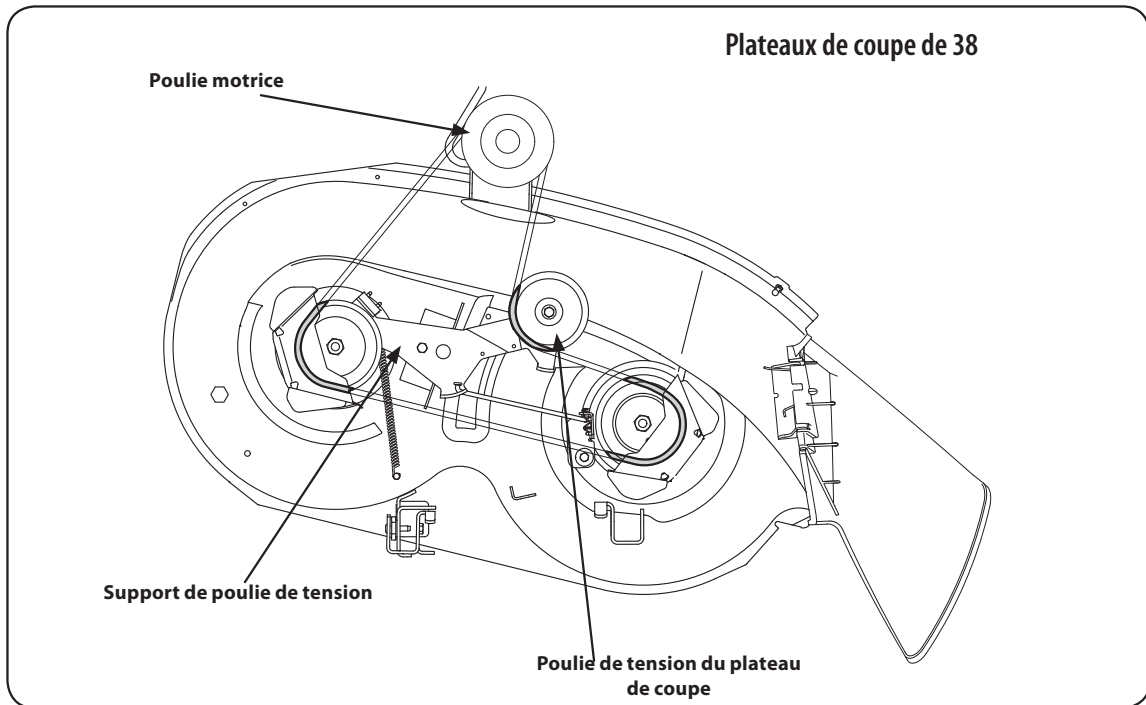

Figure 7-9
5. Installez la courroie neuve comme illustré à la Figure 7-9.